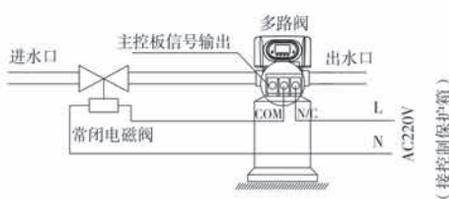
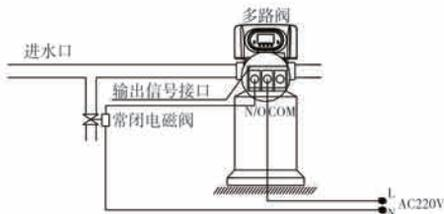

图3-2 控制进口电磁阀的接线图
图3-3 泄压端口的接线图
**应用说明：**当进水口压力高于0.6MPa时，在进水口接入电磁阀。输出控制模式设为b-02。在控制阀转换时进行泄压，其接线如图3-2所示。也可利用泄压端口泄压，如图3-3所示：